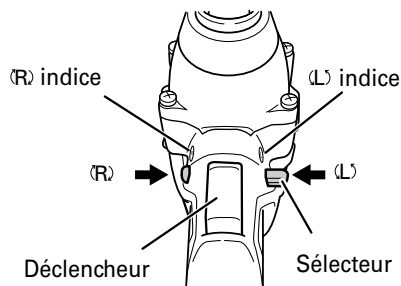

Fig. 6
La mèche tourne dans le sens horaire (vu de l'arrière) quand on appuie sur le côté R du bouton-poussoir. En appuyant sur le côté L du bouton-poussoir, la mèche tourne dans le sens anti-horaire. (Voir Fig. 6). (Les repères (L) et (R) sont marqués sur le corps.)